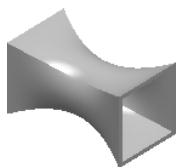

图 5.21.3 薄壁凸台-放样特征
- 在“放样”对话框中选中 ☒ **薄壁特征(T)** 复选框, 可以通过设定参数创建如图 5.21.3 所示的薄壁凸台-放样特征。